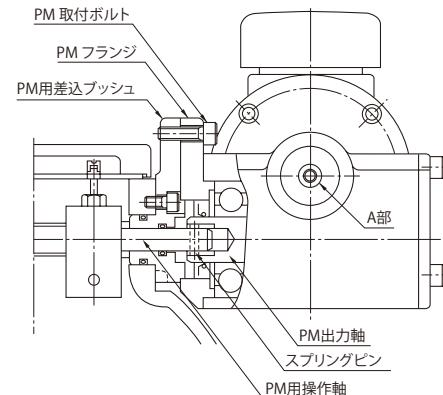

図 7-3 ウォームギヤ方式パイロットモータ構造図
(1) ウォームギヤ方式
- 手動変速が必要な場合は、パイロットモータの電源を切ってから図 7-3 A 部の六角穴付ボルト (M6) を六角棒レンチ (呼び寸法 5mm) で回すことによって、変速することができます。